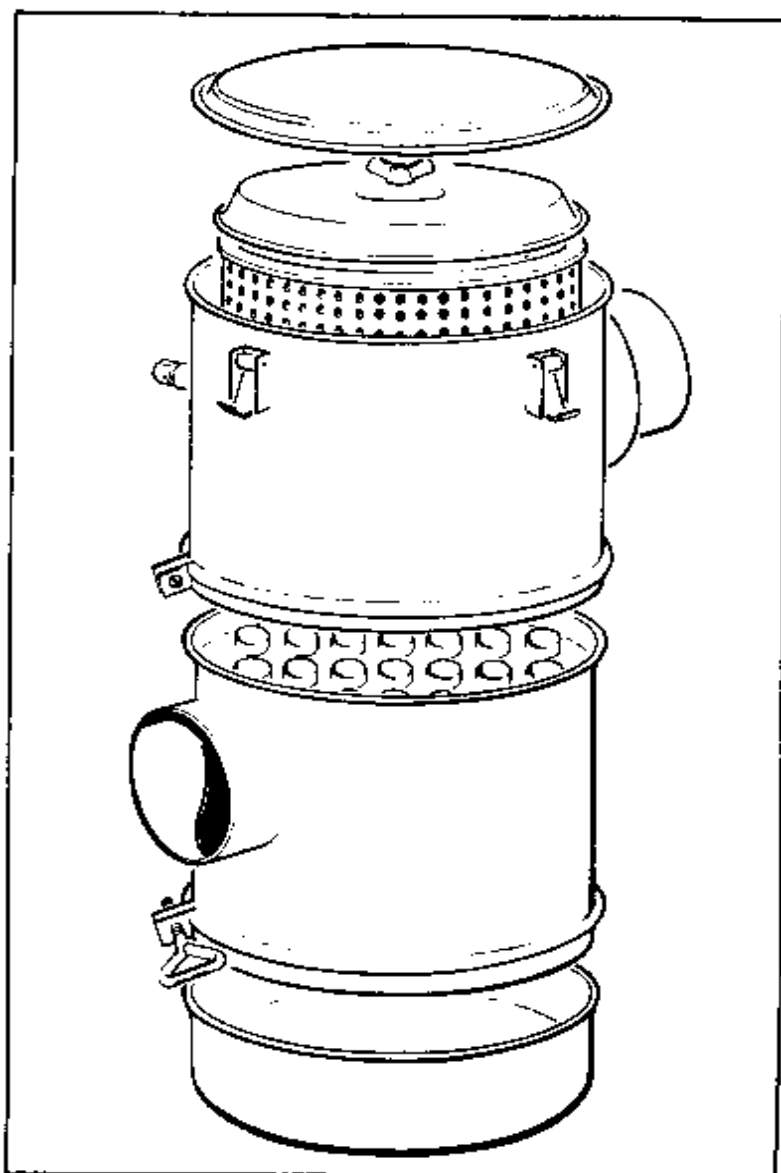

Fig. 11 —
FILTRE A AIR A DEUX ETAGES "DUO DRY" (fig. 11).
- Si nécessaire, remplacer l'élément filtrant en se rappelant que le côté propre de la cartouche du filtre "Duo-Dry" illustré fig. 11 est le côté extérieur de la cartouche.